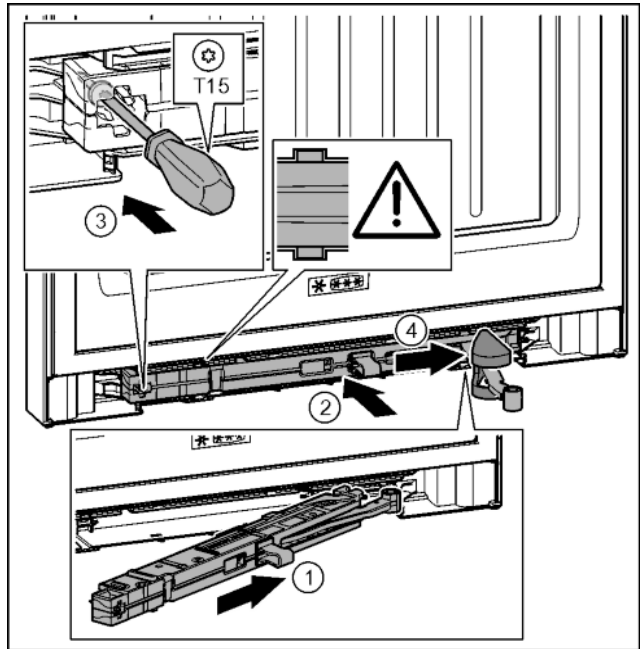

Fig. 39
- ▶ Schließdämpfereinheit auf der Lagerbockseite bis zum Anschlag schräg in die Aussparung einschieben. *Fig. 39 (1)*
- ▶ Schließdämpfereinheit vollständig in Aussparung schieben. *Fig. 39 (2)*
- ▶ Schraube mit einem Schraubendreher T15 festschrauben. *Fig. 39 (3)*
- ▶ Abdeckung über Gelenk schieben. *Fig. 39 (4)*